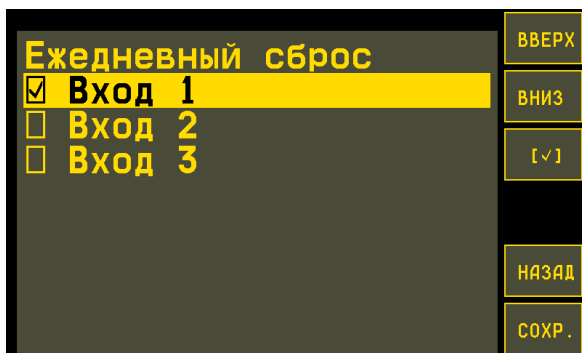
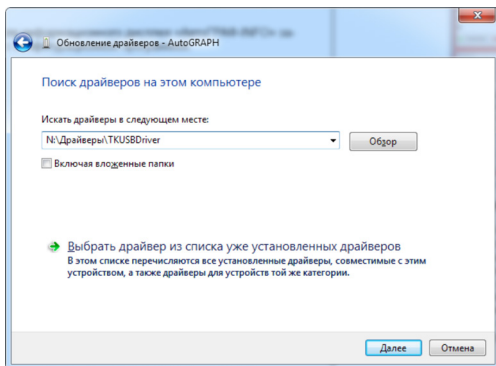

Рис.96. Ежедневный сброс таймеров.
Рис.99. Установка драйверов с локального диска.
- Система автоматически найдет новое оборудование (Рис.96).
- После успешной установки драйверов система автоматически определит подключенное устройство (Рис.99, Рис.96).